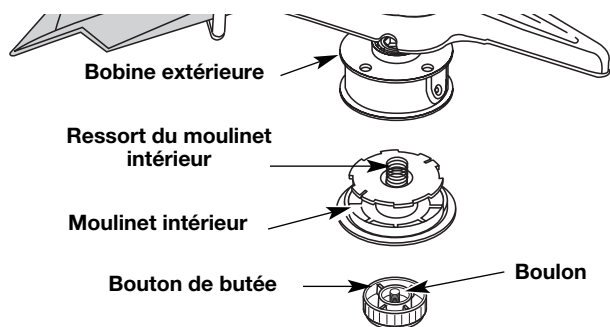

Fig. 30
1. Tenez la bobine extérieure d'une main et dévissez le bouton de butée vers à droite (Fig. 30). Inspectez le boulon à l'intérieur du bouton de butée pour vous assurer qu'il se déplace librement. Remplacez le bouton de butée s'il est endommagé.
2. Retirez le moulinet intérieur de la bobine extérieure (Fig. 30).
3. Retirez le ressort du moulinet (Fig. 30).
2. Retirez l'ancien moulinet intérieur de la bobine extérieure (Fig. 30).
3. Retirez le ressort de l'ancien moulinet intérieur (Fig. 30).